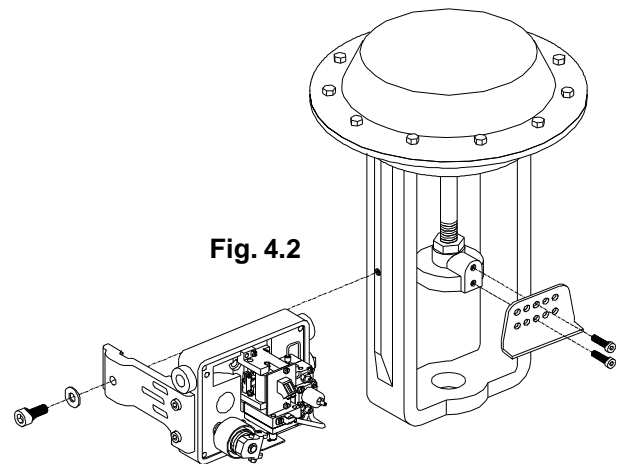

Fig. 4.2
1. Per il corretto orientamento del posizionario controllare la Fig. 4.2
1. Check Fig. 4.2 for correct orientation of positioner.